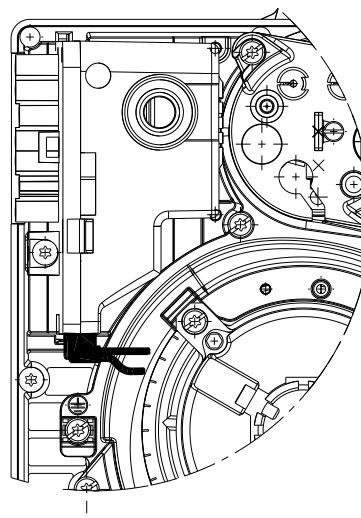

Fig. 24
- Comprobar que los conectores hayan sido conectados correctamente según los símbolos indicados en el fondo del equipo de control de llama: cerciorarse de que los conectores estén insertados a tope empujándolos hasta el fondo, cada uno en su propio alojamiento. Los cables de conexión de todos los conectores deben estar dirigidos hacia el interior del quemador (Ver Fig. 24).